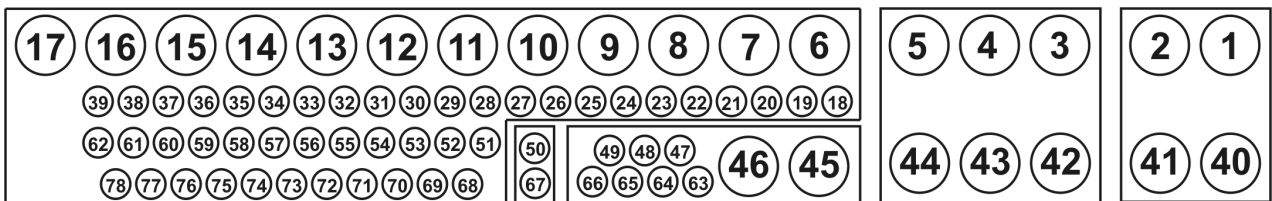

Bild 5: Steckerbelegung des SKF, Ansicht von oben
3. das weiß/violette (Pin28 SKF) und das grün/violette (Pin29 SKF) Kabel des Kabelbaums müssen aufgetrennt werden. **Wichtig: achten Sie auf das richtige Kabel, die Kabelfarben können mehrfach vorkommen (siehe auch Bild 5).**